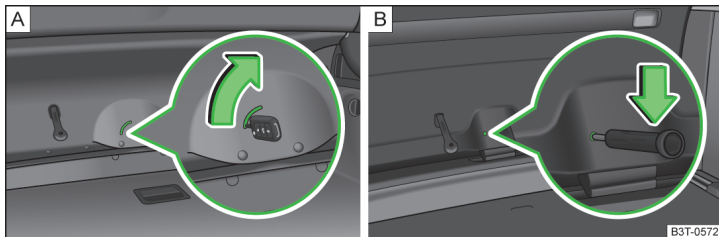

Abb. 191 Notentriegelung: Superb / Superb Combi
- › Den Fahrzeugschlüssel in den Schlitz in der Verkleidung bis zum Anschlag einschieben » Abb. 191 - **A**.
- › Einen Schraubendreher oder ein ähnliches Werkzeug in die Öffnung in der Verkleidung bis zum Anschlag einschieben » Abb. 191 - **B**.